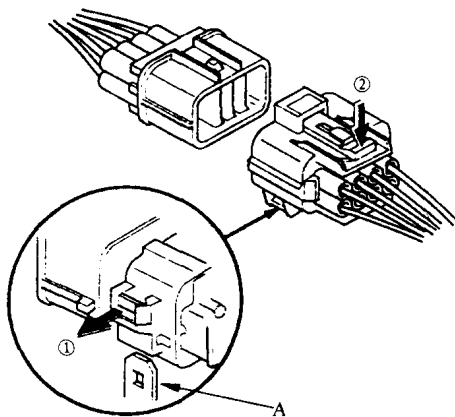

图 1-22 拉式锁件
4) 某些插接器的侧面带有一个夹子, 如图 1-22 所示, 用于将插接器固定到位于车身或另一部件上的固定座 A 上, 此夹子采用拉式锁件。